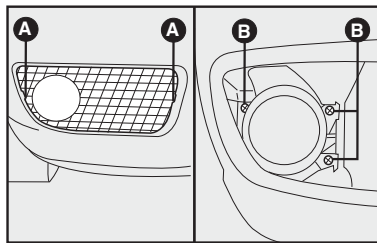

fig. 20
FARÓIS DE NEBLINA - fig. 20
- 1) retirar a grade com uma chave de fenda nos pontos indicados em **A-fig. 20**;
- 2) retirar os parafusos indicados por **B-fig. 20**;